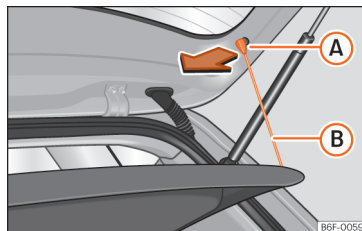

Fig. 180 Na bagageira: desmontar e montar a chapeleira.
- Desengate os tirantes de fixação »» **Fig. 180** (B) dos alojamentos (A).
- Engate os tirantes de fixação »» **Fig. 180** (B) na porta da bagageira.